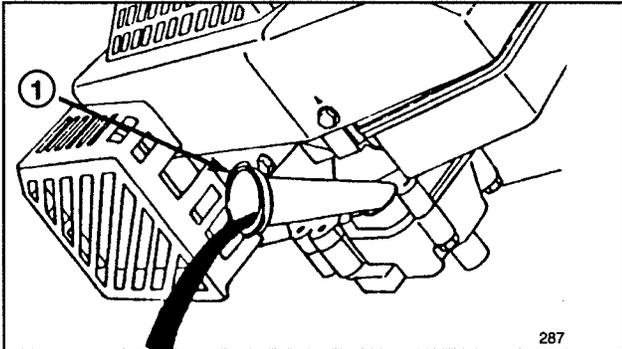

Abbildung 17
- Den Mäher auf die linke Seite kippen, damit das Öl in die Wanne ablaufen kann (Abb. 17).